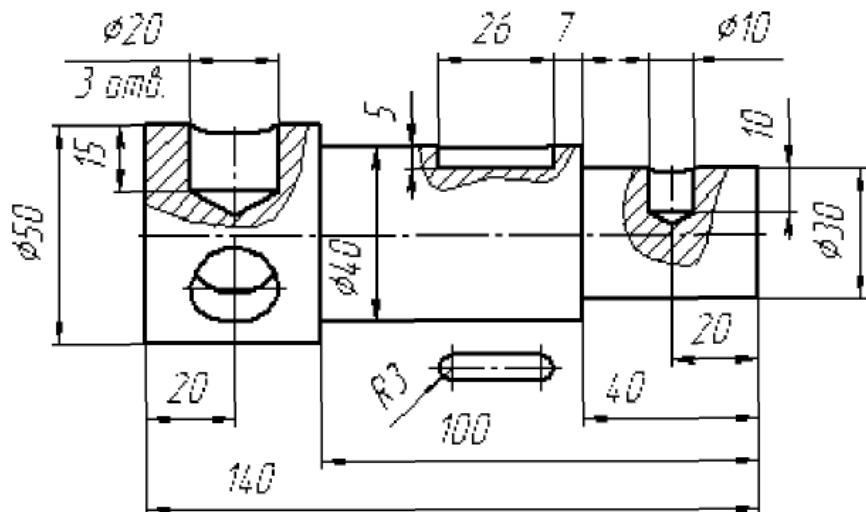

Рисунок 6.15 – Изображение детали
На рис. 6.15 приведено изображение, на основе которого создана трехмерная модель детали (рис. 6.16).
- Используя команды трехмерного моделирования в соответствии с исходными данными (рис. 6.15), создать модель ступенчатого вала (рис. 6.17).
5. Для отверстий выполняются эскизы с учетом последующей операции - операции вращения. Размеры и форму эскиза задать, используя чертеж детали (рис. 6.15).